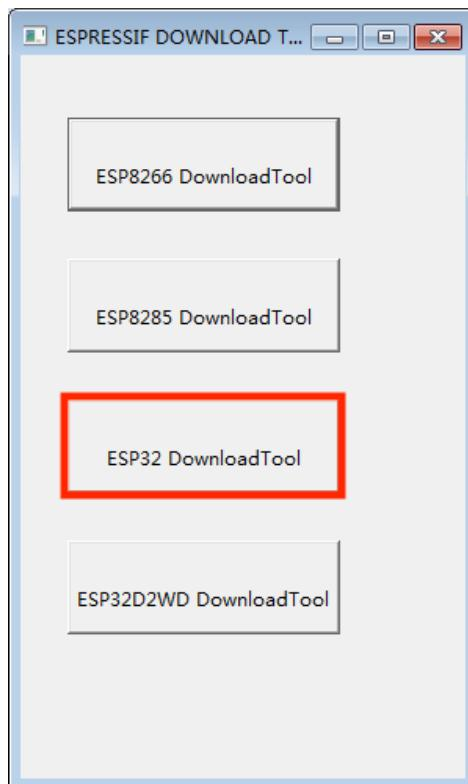

图 4-1.设备选择 — ESP32 DownloadTool
1. 打开下载工具，进入主界面，点击 “**ESP32 DownloadTool**”，如图4-1。